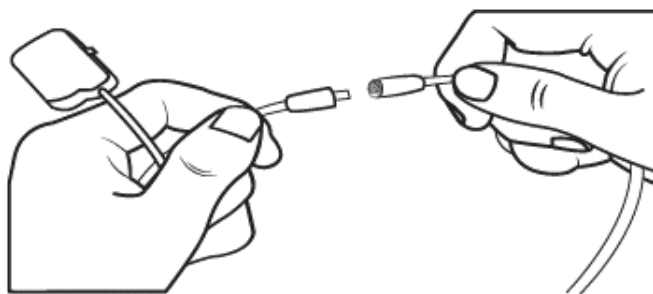

Рисунок 14. Кабели для операционной и удлинители на 1x8 контактов
1. Соедините удлинитель кабеля для операционной с кабелем для операционной (рисунок 14).